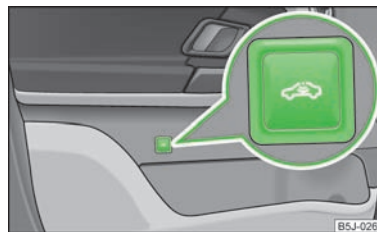

Abb. 15
- › Die Taste  » Abb. 15 in der Fahrertür drücken.